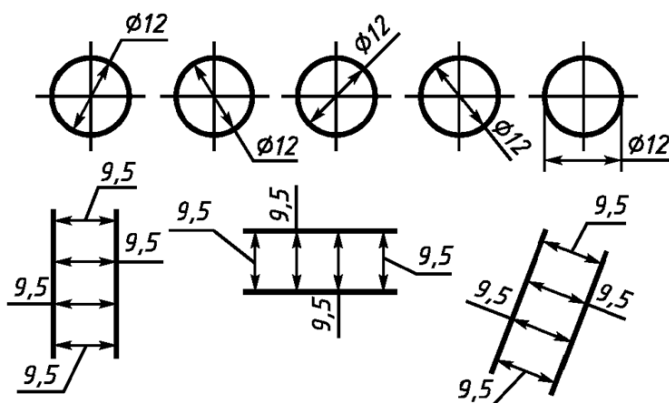

Рис. 8
- Если для написания размерного числа недостаточно места над размерной линией, то размеры наносят, как показано на рис. 8;